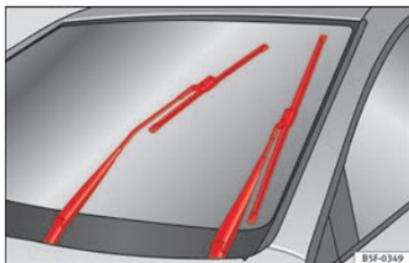

Fig. 170 Limpiaparabrisas en posición de servicio.
- Conecte y desconecte el encendido y a continuación (antes de aproximadamente 9 segundos) desplace la palanca del limpiaparabrisas hacia abajo (barrido breve). Las escobillas se desplazan hasta la posición de servicio » **fig. 170**.